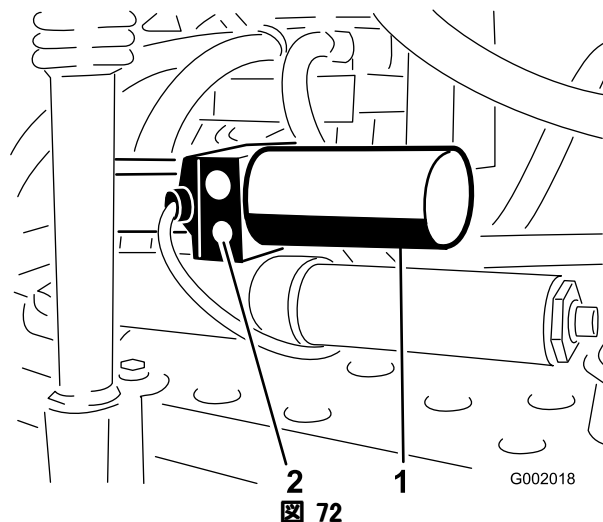

図 72
1. 各アクチュエータについている手動リリース・バルブを探し出す。アクチュエータのボディの片側だけについている小さいほうのバルブが手動リリース・バルブである (図 72)。